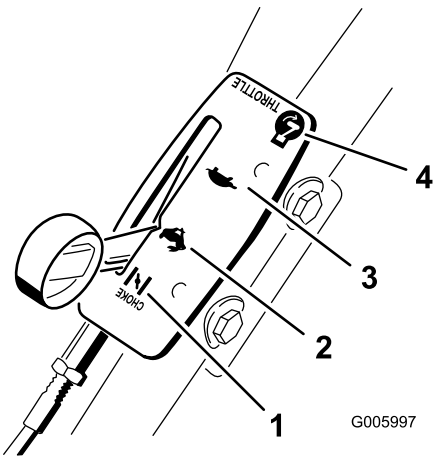

Figura 18
Le impostazioni dell'acceleratore sono riportate nella Figura 18.
3. Portate la leva dell'acceleratore/starter in posizione Starter (Figura 18).
5. Portate la leva dell'acceleratore/starter in posizione Fast (Figura 18).